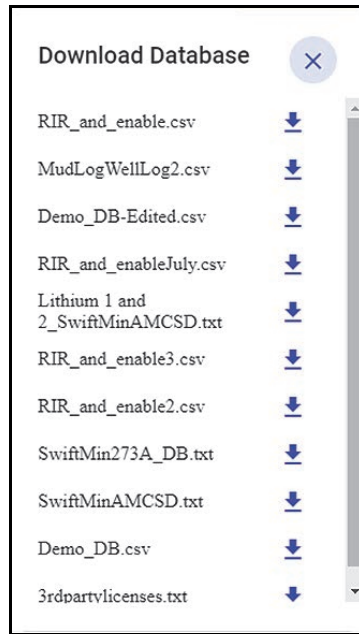

Figura 5-10 Cuadro de diálogo Download Database (Descargar base de datos)
2. En el cuadro de diálogo, pulse el botón de flecha hacia abajo al lado de la base de datos que quiere descargar (ver Figura 5-10 en la página 84).